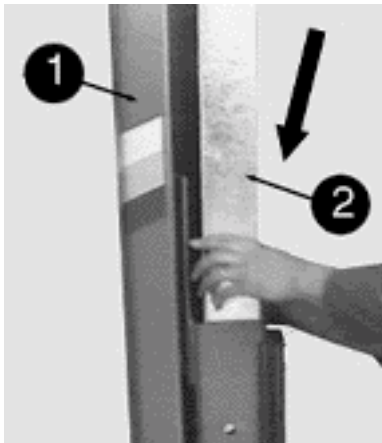
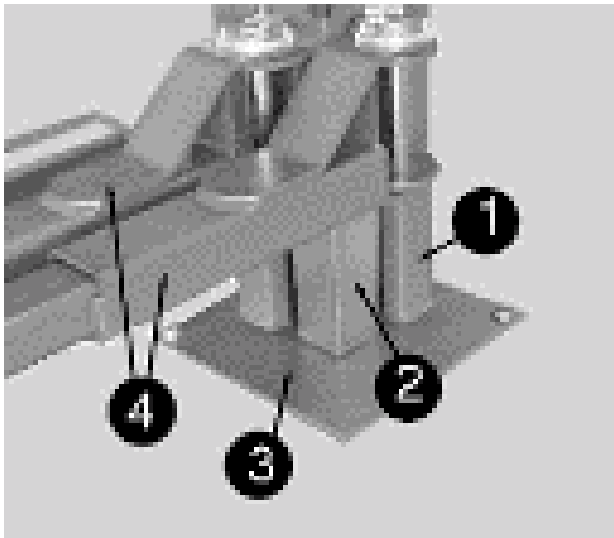
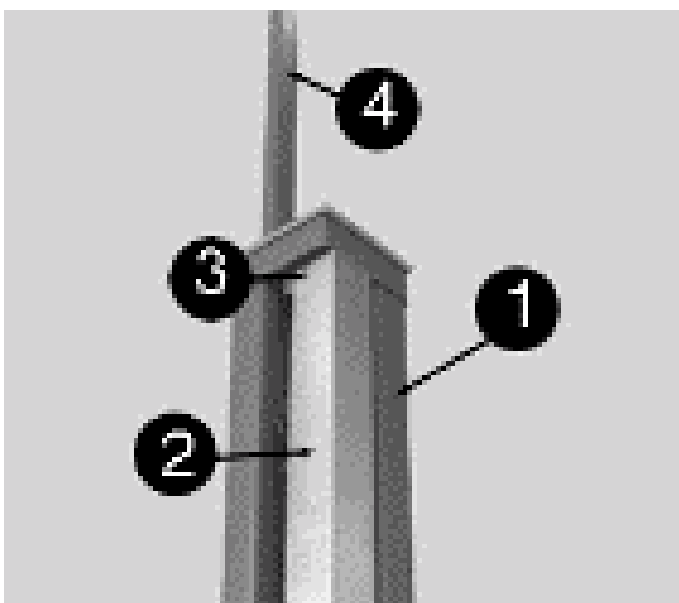

Bild 14: Abdeckungen einsetzen
Bild 15: Abdeckung unten
Bild 16: Abdeckung oben
- Anschluß an Stromversorgung herstellen. Die Kabeleinführung ist serienmäßig oben am Motorgehäuse der Bediensäule vorgesehen. Die vorderen Abdeckungen sind nur oben befestigt und können nach dem lösen nach oben herausgeschoben werden, dabei müssen die Hubschlitten aber in der untersten Stellung sein. (siehe **Bild 14**, **Bild 15** und **Bild 16**)